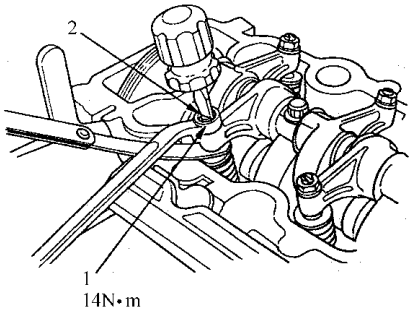

图 2-68 旋转调整螺钉调整间隙
5) 如果感觉到阻力太大或太小，松开图 2-68 所示的防松螺母，然后旋转调整螺钉，直到拖动塞尺时产生的阻力适当为止。